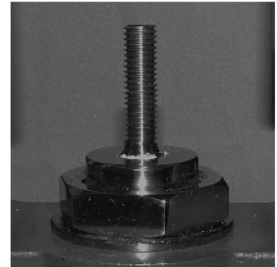

Fig. 20
- Inserire lo stelo della valvola in modo che il segno precedentemente fatto sia allineato con il premistoppa (Fig. 20).